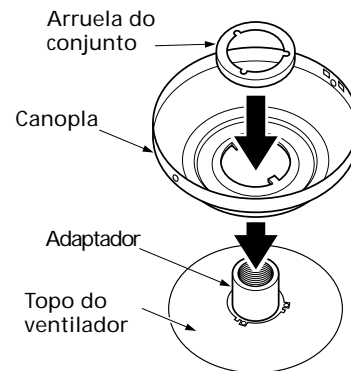

Figura 4b - Colocando a canopla e a arruela sobre o adaptador
1. Ajuste a canopla sobre o adaptador do suspensor do motor conforme mostrado na Figura 4b. Certifique-se de que a canopla se encaixe bem justa
2. Você vai encontrar uma arruela grande do conjunto incluída junto com o ventilador. Coloque a arruela sobre o adaptador e a canopla conforme mostrado na Figura 4b.